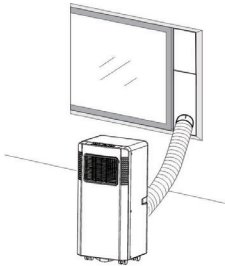
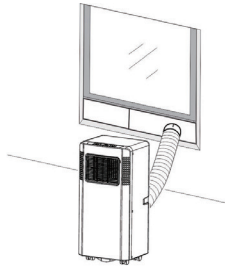

Abb. 2
Abb. 2a
- 2) Montieren Sie, wie in Abb. 2 und Abb. 2a gezeigt, den Abluftschlauch und stellen Sie die Fensterposition gut ein.